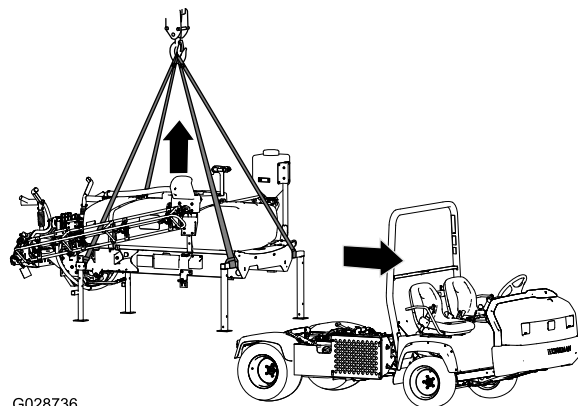

図 107
1. ブームを約 45° の角度まで下降させ、前方に折りたたむ 図 107。
5. 前側ジャッキスタンドの水平チューブと、後側ジャッキスタンドの垂直柱部分にクレーンを接続する 図 107。
7. クレーンでタンクスキッドを吊り上げるスキッドをぶつけないように十分高く吊ること 図 107。